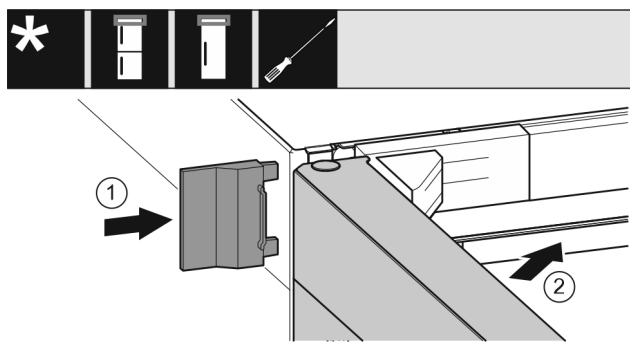

Fig. 21
- Enfiler le cache extérieur. Fig. 21 (1)
► Fermer la porte supérieure. *Fig. 21 (2)*